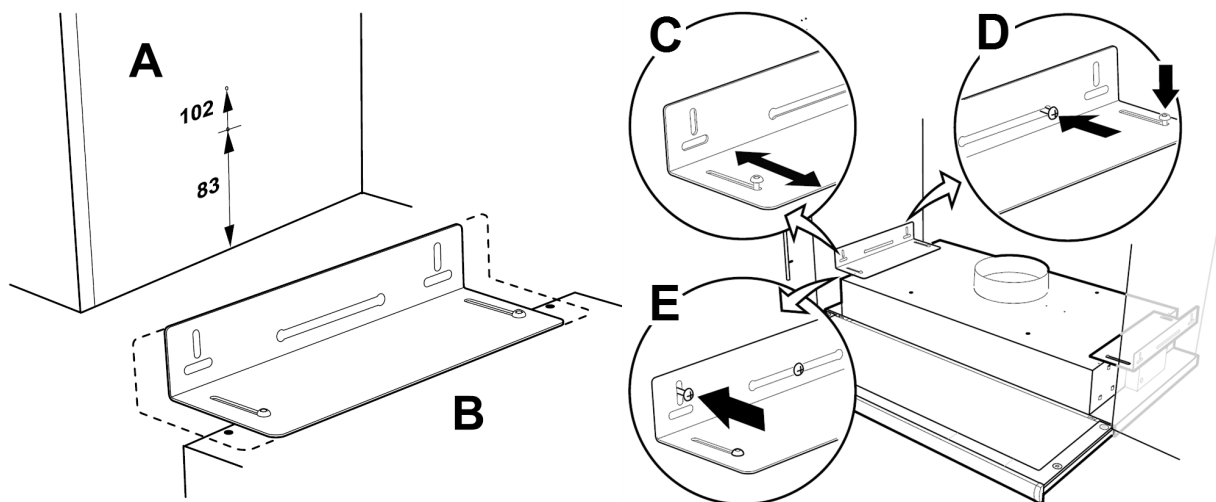

**Bild 32** Befestigung der Dunstabzugshaube direkt am Gerät
Mitgelieferte Schrauben (Abbildung 32, Pos. 2) in die Bohrungen der Dunstabzugshaube einbringen, mitgelieferte Kunststoffabstandhalter auf die jeweils überstehenden Schrauben setzen, um ein Überdrehen zu vermeiden (Abbildung 32, Pos. 3).
2. Legen Sie eine runde Isolierung auf den Anschluss der Dunstabzugshaube, um ein Austreten von Luft zu verhindern (Abbildung 32, Pos. 4).
Schrauben Sie die Dunstabzugshaube mit vorbereiteten Löchern direkt auf den Geräteboden (Abbildung 32, Pos. 1).